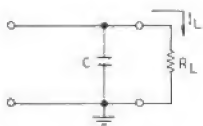

figura 4b
b) filtro a ingresso capacitativo (figura 4b) in cui